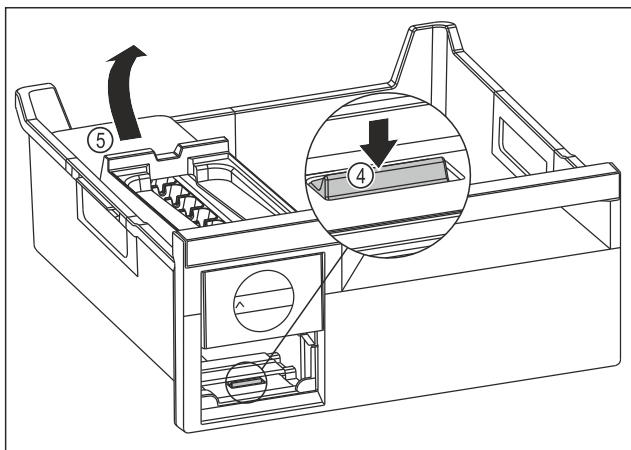

Fig. 105
- ▶ Wyjmowanie korpusu EasyTwist-Ice: Nacisnąć nakładkę Fig. 105 (4) palcem w dół i jednocześnie podnieść korpus EasyTwist-Ice Fig. 105 (5) od tyłu drugą ręką.